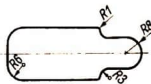

Bild 6
- Die Maßlinie des Radius erhält nur einen Pfeil, und zwar am Kreisbogen (Bild 6).
Alle Radienmaße erhalten vor der Maßzahl ein R (Bild 6 und 8).